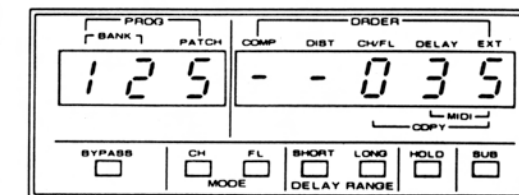

図4-26
- ◇ この時セグメントの下位3桁がプリンクします。(この値は以前のものです) (図 4-26)